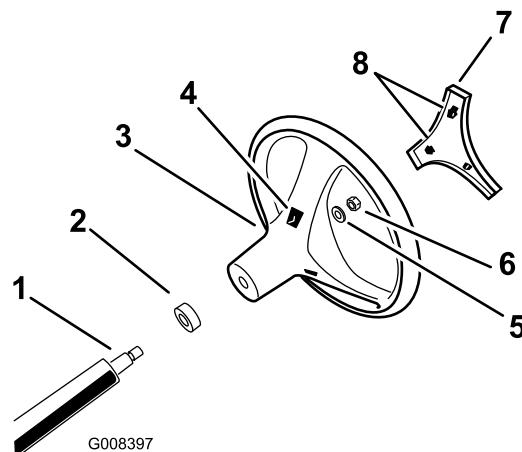

図 3
4. 図 3に示すようにロックナットでハンドルを固定し、 $24-29 \text{ N}\cdot\text{m} / 2.5-3.0 \text{ kg/m} = 18-22 \text{ ft-lb}$  にトルク締めする。
5. ハンドルのセンターカバーをハンドルのスロットに合わせて押し込み、センターカバーをハンドルハブに固定する図 3。